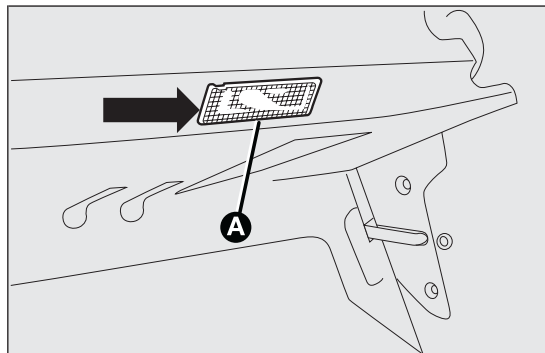

fig. 180
- estrarre la plafoniera A fig. 180 facendo leva nel punto indicato dalla freccia;